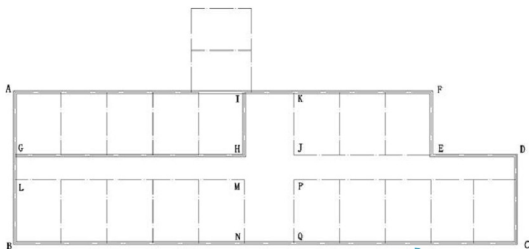

图 2.39 绘制 GHI 内墙
(2) 按 Enter 键重复最近使用过的【多线】命令。注意观察左下角的命令行, AutoCAD 会记住上一次“多线”的设置, 即对正为“无”, 比例为“240.00”。
① 在指定起点或 [对正(J)/比例(S)/样式(ST)]: 提示下, 打开【对象捕捉】功能, 捕捉 G 点作为多线的起点。
② 在指定下一点或 [闭合(C)/放弃(U)]: 提示下, 分别捕捉 H、I 点。
③ 按 Enter 键结束命令, 绘制出 GHI 内墙, 结果如图 2.39 所示。